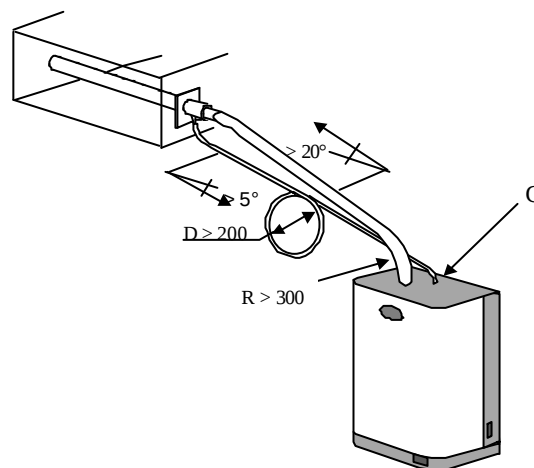

Fig. 4.6.3
2. per percorsi molto brevi (inferiori a 2 metri), curva con raggio minimo di 300 mm seguita da un tratto in salita con pendenza non inferiore a 20° (vedi Fig. 4.6.3).
Se la quota del distributore lo consente, il tubo può essere allacciato all'apposita connessione C in dotazione da avvitare sul tetto dell'umidificatore per drenare la condensa nella vaschetta d'alimento del boiler (vedi Fig. 4.6.3).